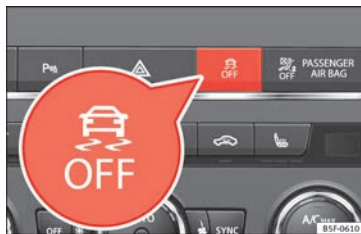

Fig. 190 Consola central: Tecla para conectar/desconectar el ESC y el ASR
- Pulsando la tecla  » **fig. 190** durante aproximadamente 1 segundo, se desconecta la función ASR.
- Pulsando la tecla  » **fig. 190** durante aproximadamente más de 3 segundos, se desconecta el programa electrónico de estabilización (ESC), incluida la función ASR.
- La función ASR y el ESC se vuelven a conectar pulsando la tecla  » **fig. 190**.